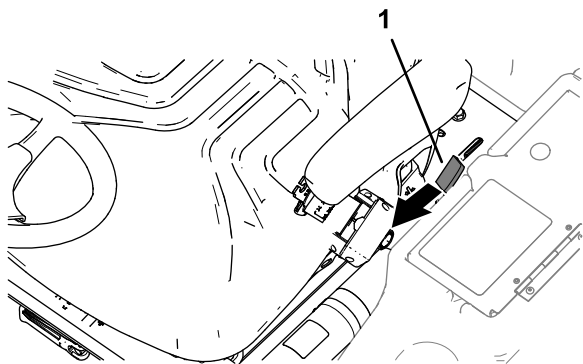

Figura 40
1. Spostate la maniglia di fermo della pedana (Figura 40) verso la parte anteriore della macchina fino a quando il dispositivo non si sgancia dalla barra di bloccaggio.